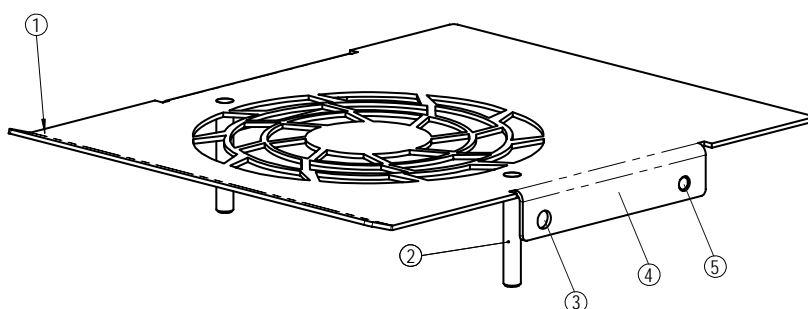

Рисунок 6: Крышка F20 с направляющими штифтами (2) для насадки вентилятора
- Ослабьте оба крепежных винта (поз. 3 на рис. 6, ключ Torx) в передней части левой и правой боковых стенок.